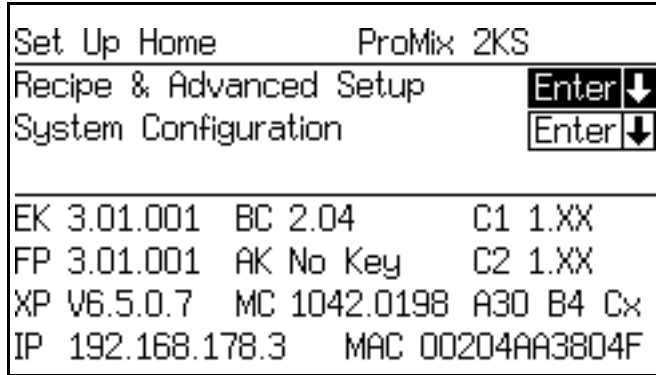

图 53. 设置主页面
1. 在 EasyKey 上，按下设置  键以进入“设置主页面”。选择“系统配置”以进入配置屏幕。图 53。